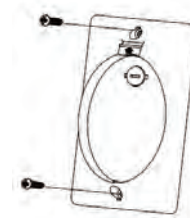

Figura 24
**Paso 1.** Seleccione una ubicación para instalar el soporte del control remoto, instale el soporte como se muestra. (Figura 24)